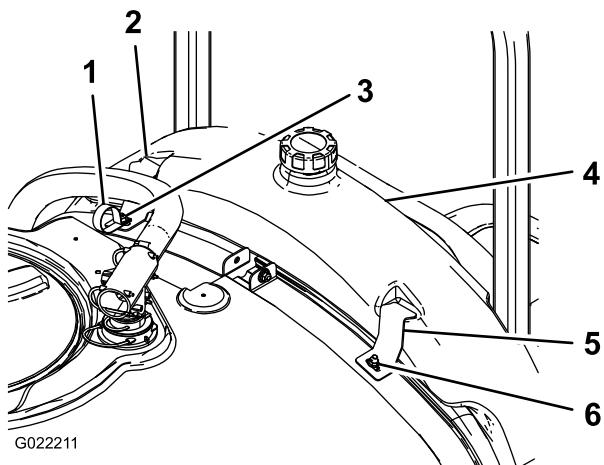

図 5
| | 3. すすぎタンクを取り付ける(図 5)。 |
4. フランジナット2個を使って、すすぎタンクブレケットを、先ほど取り付けたキャリッジボルトに取り付ける(図 5)。